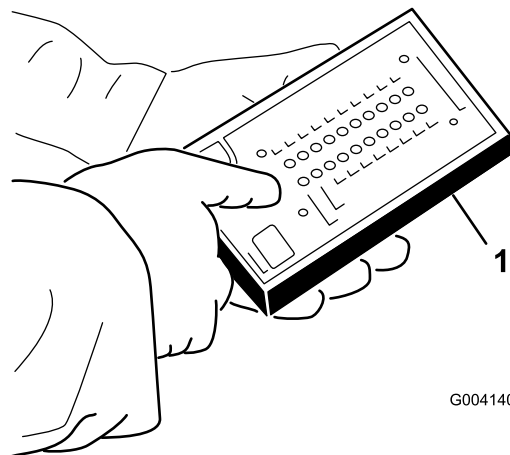

Figura 40
5. Conecte el conector de la pantalla diagnóstica ACE al conector del arnés (Figura 40).